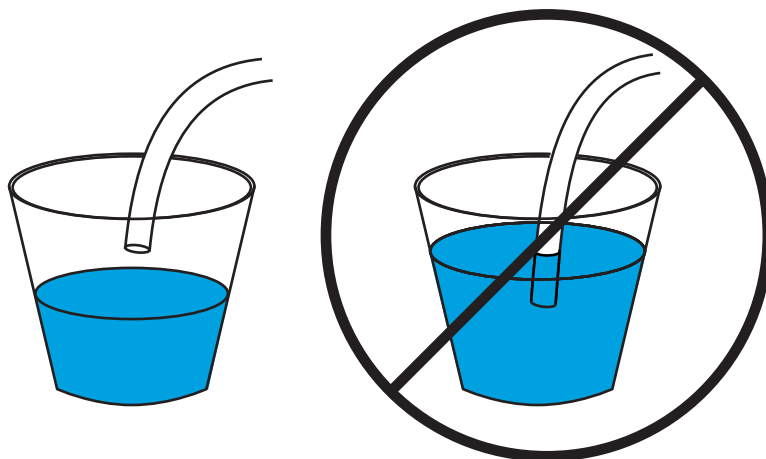

図 59 廃液チューブを正しく吊り下げた状態（左）と間違って浸水させた状態（右）
- チューブの開口端が廃液コンテナで浸水していない (図 59)。